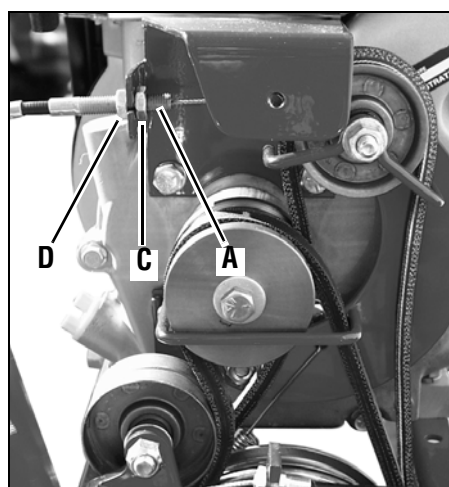

Figura 5-6: Mueva el ajustador roscado (A) hacia la izquierda para aumentar la tensión de la correa.
5. Suelte la perilla de control de embrague de marcha atrás y luego desenrosque la contratuercas interior (C, Figure 5-6) de una a dos vueltas. Tire del ajustador de cable roscado (A, Figura 5-6) hacia la izquierda hasta que la contratuercas interior (C) toque la ménsula.
6. Evite que la contratuercas interior (C) gire y ajuste la contratuercas exterior (D) contra la ménsula. Evite que la contratuercas exterior (D) gire y ajuste la contratuercas interior (C) contra la ménsula.